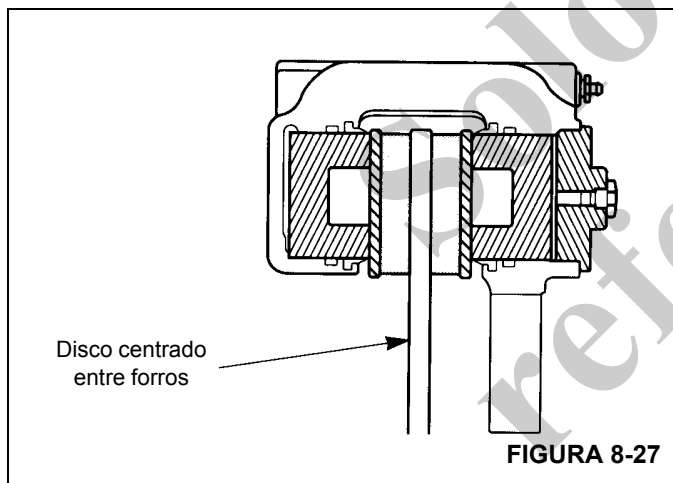

FIGURA 8-27
- b. Los suplementos deberán ser de acero, rectificados hasta quedar planos y paralelos y deberán cubrir toda la superficie de montaje del cubo o de la caja. Los forros deberán moverse libremente en la caja y entre las placas terminales (Figura 8-27).